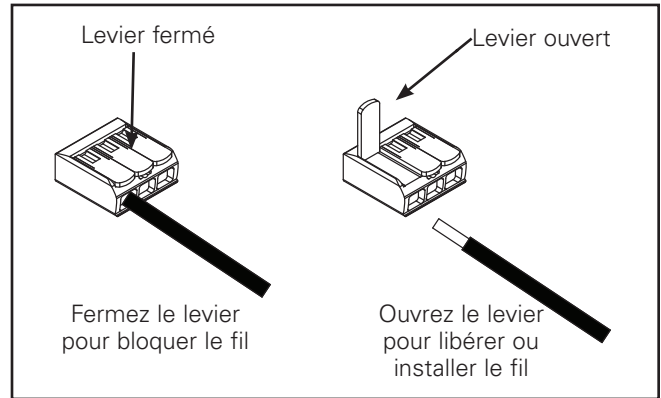

Figure 11
4. Branchez les fils d'alimentation principale aux fils principaux de la boîte de jonction (ligne, neutre et terre) dans le luminaire à l'aide des capuchons de connexion fournis. (Figure 11). Assurez-vous qu'il n'y a pas de fil dénudé sortant du capuchon de connexion.
5. Soulevez la languette orange sur le capuchon de connexion pour libérer le fil et fermez pour bloquer le fil en place. (Figure 11).